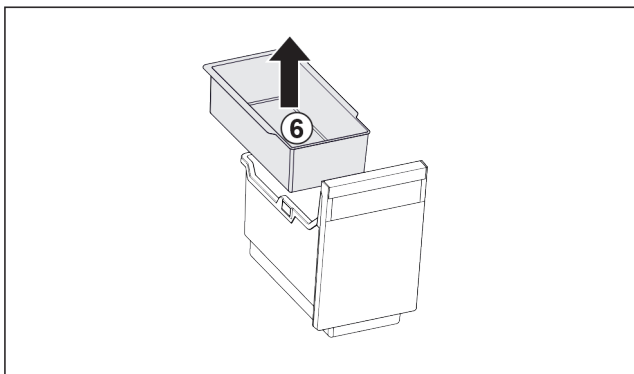

Fig. 23
- Retirer le Fig. 23 (6) balconnet pour glaçons.